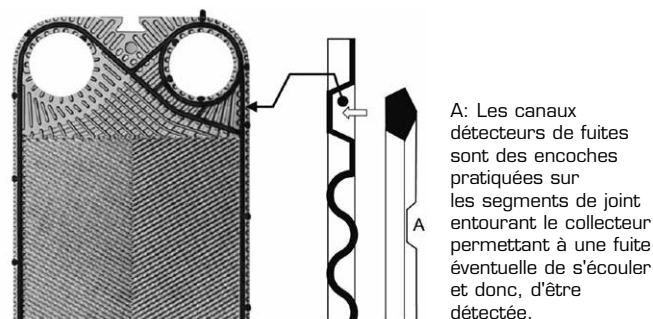
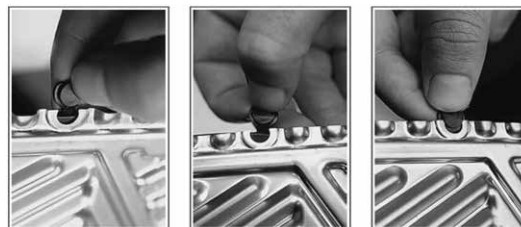

Fig.6
Fig.7
- 4) Desserrez tous les écrous dans un ordre diamétralement opposé (Fig. 6). Reculez le plateau mobile en le tirant en arrière et enlevez les plaques une par une en faisant attention de ne pas les endommager. Attention, le bord des plaques est coupant, portez des gants de protection.
Positionnez le joint sur la plaque (Fig.6) en orientant les canaux détecteurs de fuite "A" vers le haut, puis logez tous les Plug-in® dans leurs logements (Fig.7). Assurez-vous que le joint est bien logé dans la rainure et retournez la plaque pour vérifier que tous les Plug-in® sont en place.